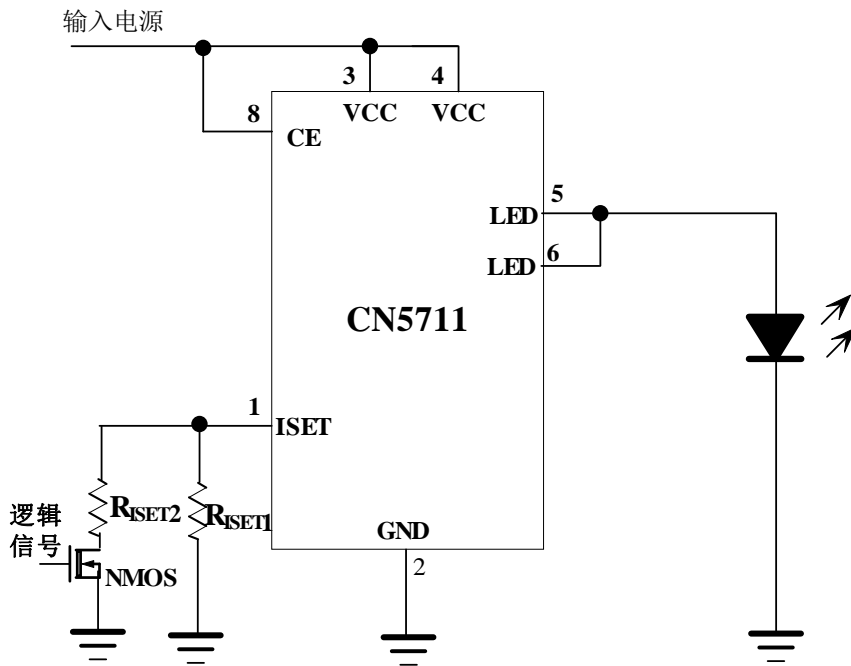

图4 用逻辑信号调整亮度
2. 用逻辑信号调整发光二极管的亮度, 如图4所示
如果只需要分几档来调整发光二极管的电流, 可以用逻辑信号来实现, 图4示出了分两个档次来调整发光二极管的电流的电路。R_{ISET1} 设置了流经LED管脚的最小电流, 当N沟道场效应晶体管导通时,